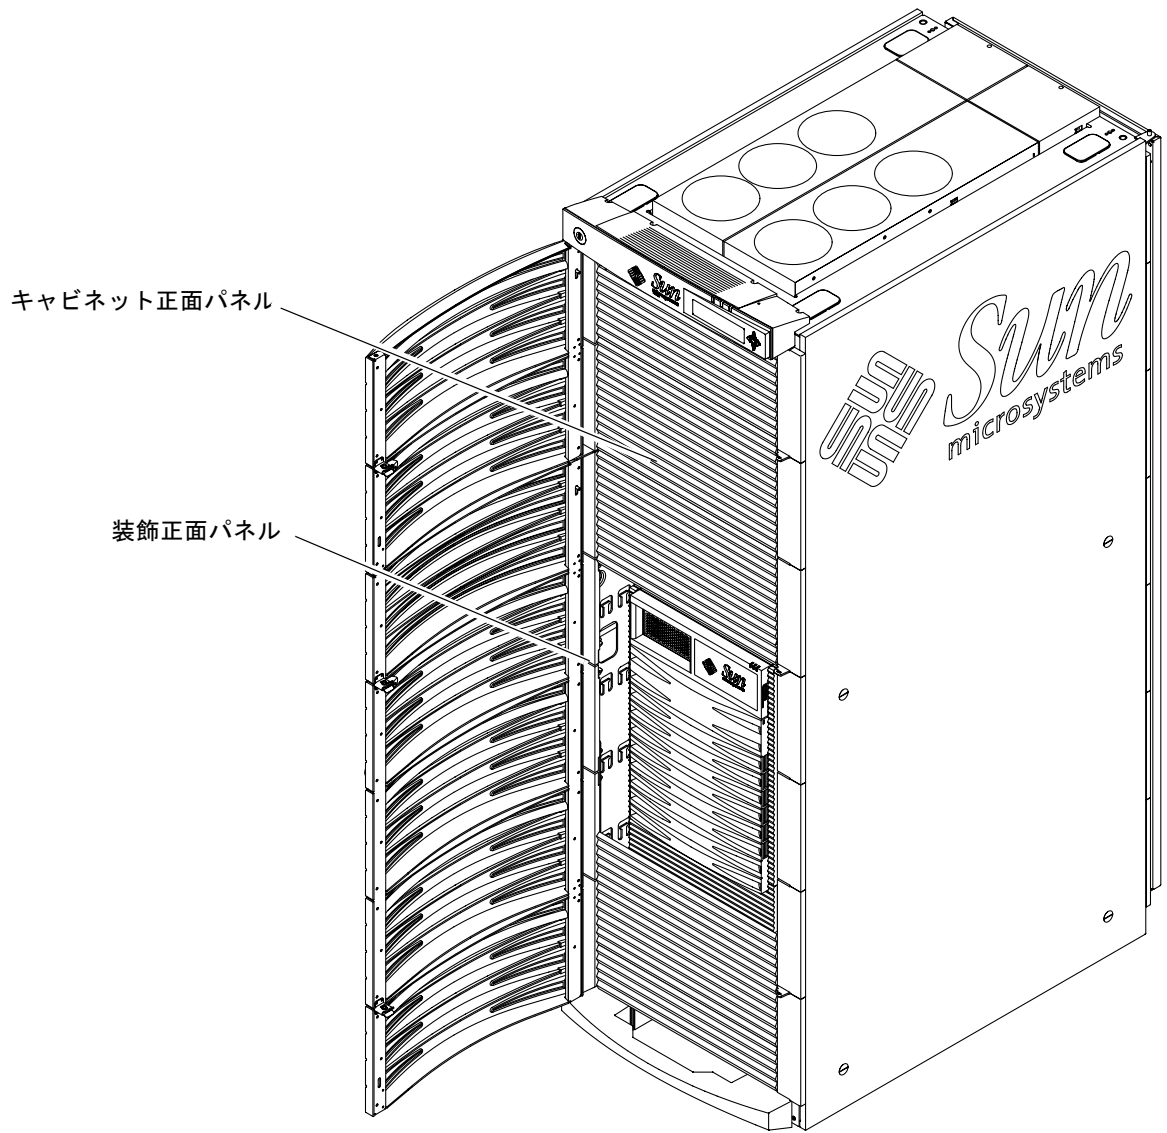

図 3-4 キャビネット正面パネルの位置
2. 残りのパネルを、各パネル正面の左右からねじを締めて固定します (図 3-4)。